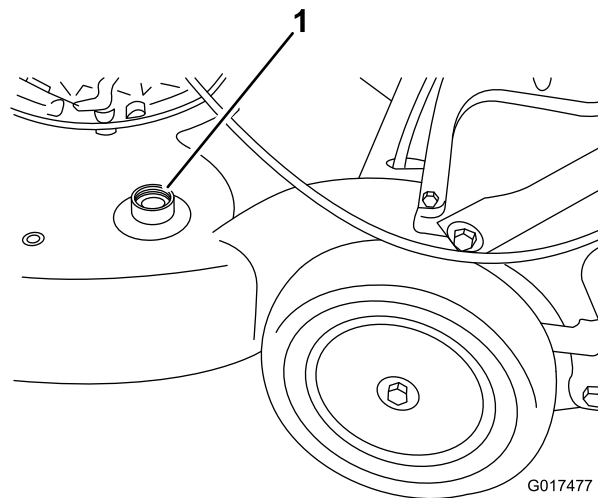

Figura 29
3. Conecte una manguera de jardín que esté conectada a un grifo al orificio de lavado de la carcasa de la máquina (Figura 29).